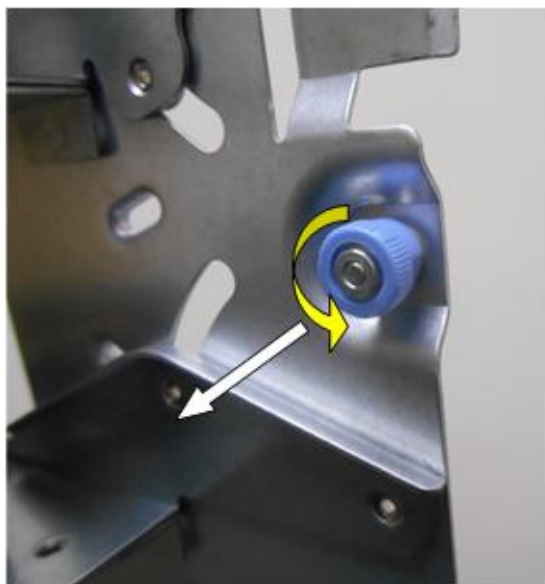

Рисунок 16. Задняя часть кронштейна для прокладки кабелей. Вид изнутри.
3. Оттяните ручки в сторону от боковых скоб СМА в направлении белой стрелки (см. рисунок 16.) и поверните синие ручки в направлении желтой стрелки (на левой и правой сторонах СМА), чтобы кончик ручки отодвинулся от боковой части СМА для установки в пазы направляющей.